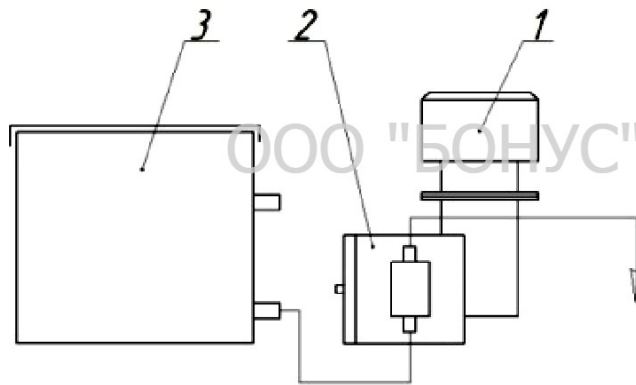

Рис. 4
4.4. Насосная станция (рис. 4) предназначена для впрыска модификатора в зоны девулканизатора. В базовой комплектации насосная станция состоит из электронасосного агрегата 1 с одноплунжерным дозирующим насосом 2, расходной емкости 3 объемом до 40 литров. Конструкция насоса 2 позволяет в ручном режиме регулировать расход подаваемого модификатора (от 0 до 25 л/час). Состав жидкого модификатора и зону его подачи определяет потребитель.